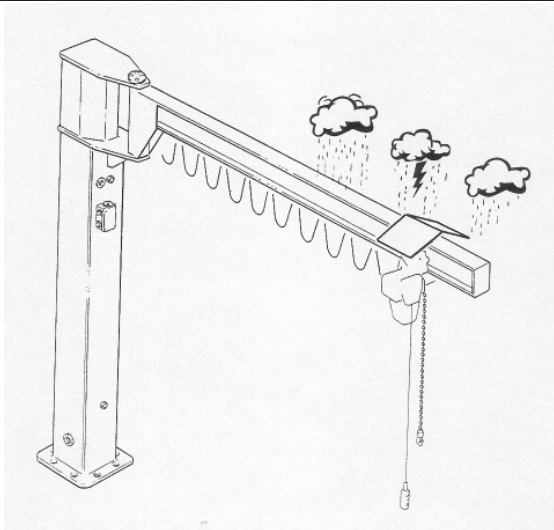

Fig.58
- **utilisation à l'extérieur:** les potences peuvent être exposées aux éléments pendant et après utilisation. Les éléments de levage et de translation doivent être fournis avec une protection IP55, il est également recommandé de protéger palan et chariot avec des capotages (fig. 58). Pour éviter l'oxydation des éléments structurels il faut des traitements appropriés et lubrifier les mécanismes de rotation. Utilisation des potences en extérieur est autorisée en l'absence de conditions météorologiques exceptionnelles, qui peuvent provoquer des mouvements involontaire de la charge, telles que de fortes pluies, neige, vent fort orage, etc.